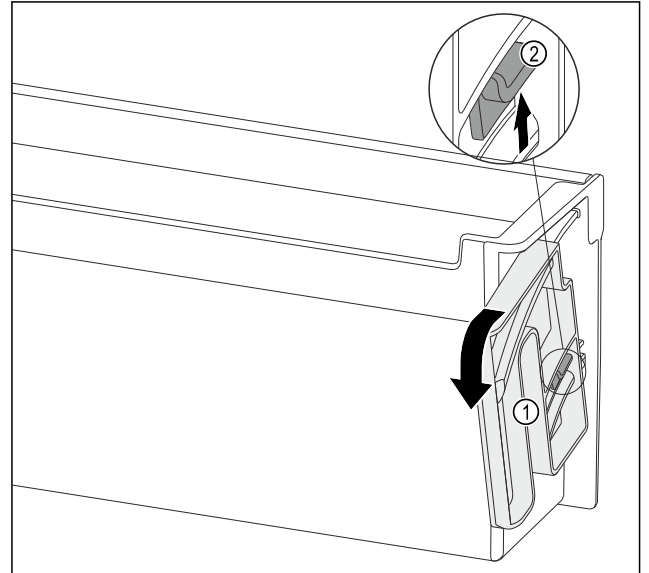

Fig. 115
- Çevirme ünitesini Fig. 115 (1) belirtilen yönde sonuna kadar çevirin.
- Mandalı Fig. 115 (2) yukarıya doğru bastırın ve çevirme ünitesini Fig. 115 (1) çıkarın.